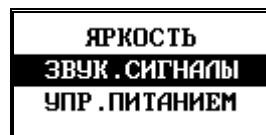

Рисунок 12
6.4.2.6 Регулировка уровня яркости, рисунок 12 осуществляется кнопками и и запоминается в энергонезависимой памяти пульта ДУ. Для выхода в верхний уровень меню используются кнопки и .
Рисунок 12а